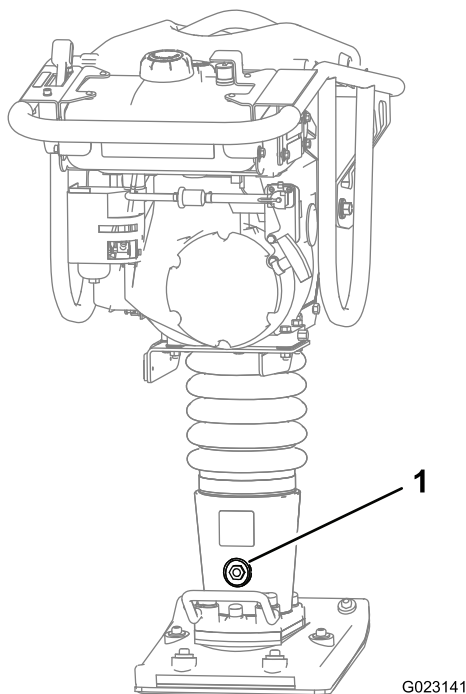

Figura 11
2. Compruebe la mirilla de aceite (Figura 11) y asegúrese de que el nivel de aceite está en el punto intermedio entre la parte superior y la parte inferior de la mirilla.